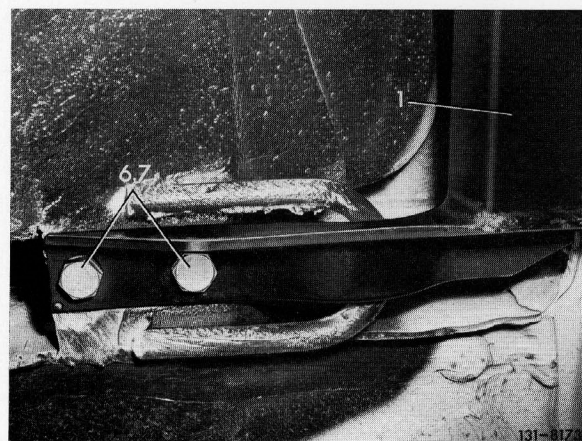

Bild 4
7 Gegenlasche (5) von vorne in den Abschleppbügel einlegen und das rechte Seitenteil der Vorrichtung (1) mit den Teilen (6 und 7) anschrauben (Bild 4 und Lieferumfang).